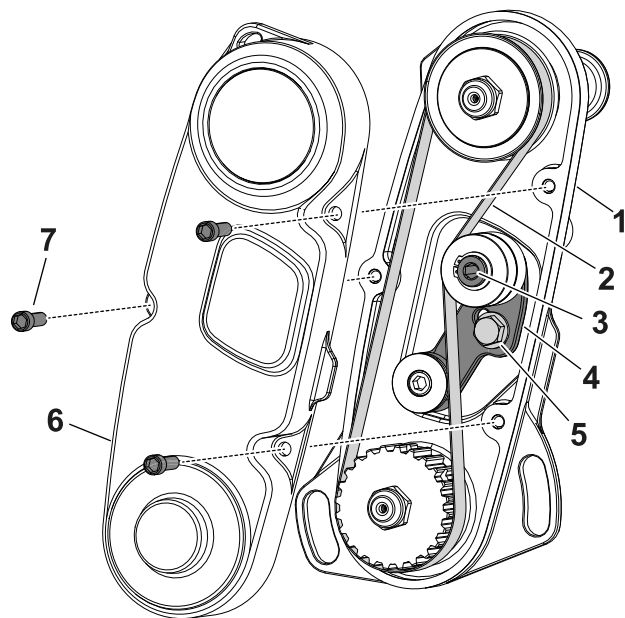

Figura 16
1. Rimuovete il copricinghia per lasciare esposta la cinghia (Figura 16).
2. Allentate il bullone del braccio di rinvio e ruotate il braccio di rinvio (Figura 16) per rilasciare la tensione sulla cinghia.
3. Togliete la cinghia (Figura 16).
6. Montate la cinghia e mettetela in tensione applicando una coppia compresa tra 6 e 7 N·m sull'esagono interno del braccio di rinvio come illustrato nella Figura 16.